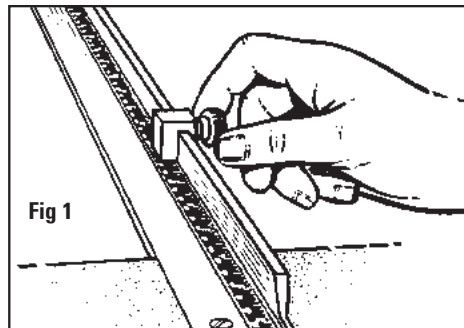

Fig 1
1. Entfernen Sie die Passepartoutführung, den Rückwandkarton, den Anschlagstopp und den Produktionsstopp. Bringen Sie den Anschlagstopp am äußeren Ende des Anschlagarms an und verschieben Sie in auf der Skala, bis sein linker Rand mit der Markierung der gewünschten Breite übereinstimmt. Ziehen Sie ihn dort fest. Abb. 1
1. Quite la guía de la lámina perimétrica, la hoja de respaldo, el tope del brazo de escuadra y el tope de producción. Una el tope del brazo de escuadra al extremo derecho más alejado del brazo de escuadra y deslice hacia adentro hasta que el lado izquierdo del tope esté a lo largo del incremento necesario para achicar su tablero de lámina perimétrica. Fig. 1
1. Rimuovere la guida del passepartout, il foglio di rinforzo, l'arresto del braccio di squadatura e l'arresto di produzione. Applicare l'arresto del braccio di squadatura all'estremità destra del braccio di squadatura e farlo scorrere verso l'interno finché il lato sinistro dell'arresto non si trova lungo l'incremento necessario per ridurre le dimensioni del cartoncino. Fig. 1
2. Pour relâcher le rail parallèle, desserrez les boutons noirs de deux tours. Faites glisser le rail parallèle dans ses conduits, jusqu'à la largeur de bord souhaitée. Fig. 1
2. Lockern Sie die Passepartoutführung mit zwei Umdrehungen der beiden schwarzen Knöpfe. Verschieben Sie die Passepartoutführung auf die Skalarmarkierung der gewünschten Breite. Abb. 1